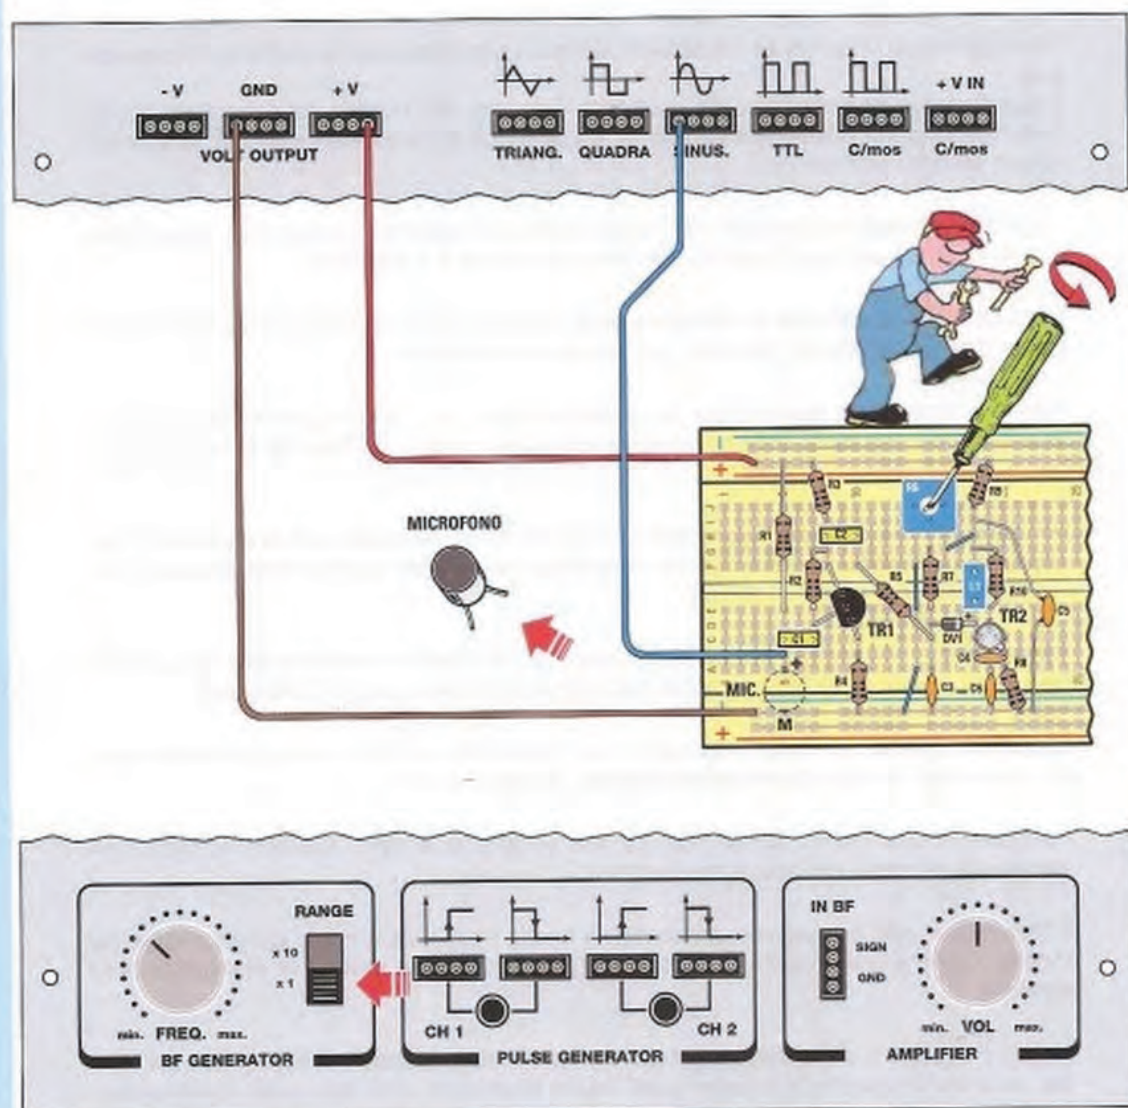

Fig.21 Estraiete dalla breadboard il **microfono** e al posto del suo terminale **positivo (+)** uno spezzone di filo della lunghezza di circa 15 cm.
- localizzate sulla breadboard il **trimmer R6** di regolazione della **sintonia** del trasmettitore e con un piccolo cacciavite ruotatelo fino a portare il cursore a **metà corsa** (vedi fig.21).